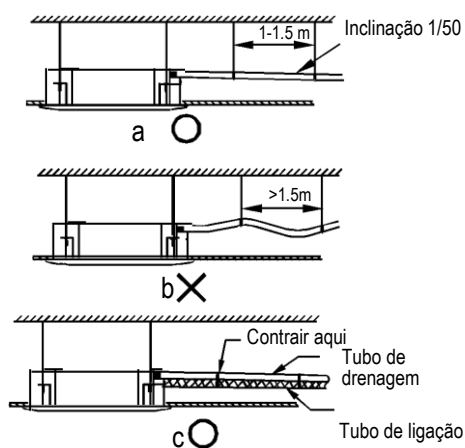

Figura 31
- Para evitar que a água flua para trás para dentro do ar condicionado quando o ar condicionado para, incline o tubo de drenagem para baixo e para fora (lado da saída) em um grau de mais de 1/50. E evite qualquer saliência ou depósito de água. (Consulte a Figura 31.a)
- Não arraste o tubo de drenagem violentamente ao conectar para impedir que o corpo seja puxado. Enquanto isso, um ponto de apoio deve ser definido a cada 1~1,5 m para evitar que o tubo de drenagem ceda (consulte a Figura 31.b).
- Ou você pode amarrar o cano de esgoto ao tubo de ligação para corrigi-lo. (Consulte a Figura 31.c)